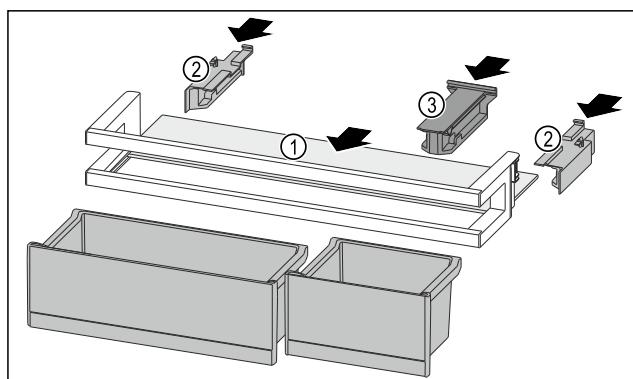

Fig. 119
- Abstellfläche Fig. 119 (1) in die seitlichen Aussparungen einschieben.
- Seitenteile Fig. 119 (2) einsetzen.
- Halteteil Fig. 119 (3) einsetzen.